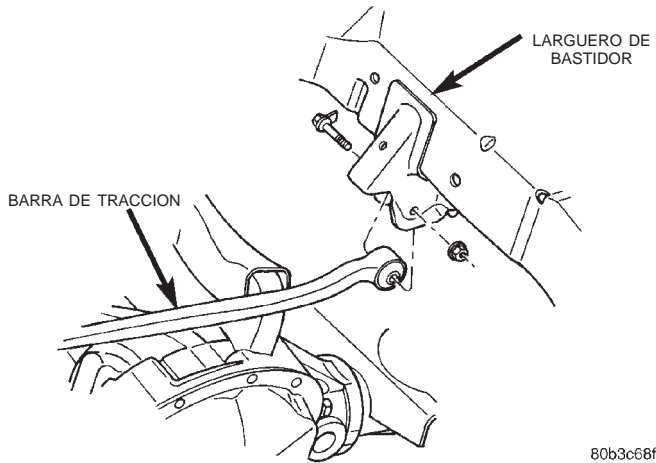

Fig. 14 Soporte del larguero de bastidor de la barra de tracción
- (1) Eleve y apoye el vehículo.
- (2) Retire la tuerca y el perno del soporte del larguero de bastidor (Fig. 14).